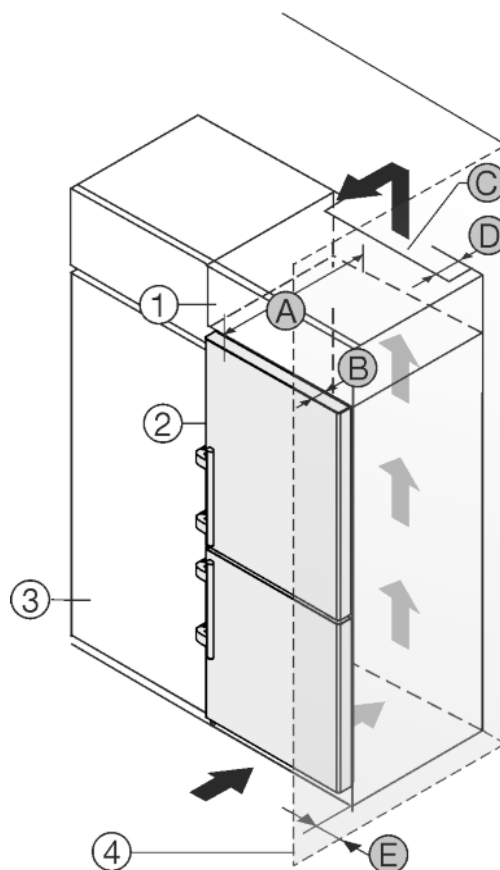

Fig. 25
Пристрій можна комбінувати з кухонними шафами. Для того, щоб пристрій *Fig. 25 (2)* вирівняти по висоті кухонної секції, на пристрій можна встановити антресольну секцію *Fig. 25 (1)*.
Пристрій можна встановлювати безпосередньо поряд з кухонною шафою *Fig. 25 (3)*. Для повного відкриття дверей пристрій повинен виступати на глибину *Fig. 25 (B)* відносно передньої панелі кухонної шафи. Залежно від глибини кухонних шаф та використання пристінних розпірок пристрій можна встановити так, щоб він виступав вперед.
- Задня сторона антресольної шафи повинна мати вентиляційний канал глибиною *Fig. 25 (D)* вздовж всієї ширини шафи.
- Під стелею приміщення слід дотримуватися поперечного перерізу вентиляційного відведення повітря *Fig. 25 (C)*.
Якщо пристрій з шарнірами встановлюється поряд зі стінкою *Fig. 25 (4)*, то між пристроєм та стінкою слід дотримуватися відстані *Fig. 25 (E)*. Це відповідає виступу ручки при відкритих дверцятках.